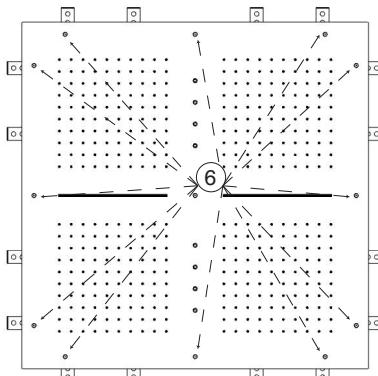

FIG.6
A questo punto siete pronti per rimettere la parte estetica di Fig.6 riavvittando le viti (6).
After this step, screw the screw (8) Fig.7 and then reposition the aesthetic part Fig.6 and screw the screw (6).
A ce point vous êtes prêts pour remettre la partie esthétique de Fig.6 vissant les vis (6).
Danach kann man sich um das Verschrauben der entsprechenden Schrauben (8) gemäß Abb.7 kümmern. An diesem Punkt ist alles bereit, um die Dekorplatte von Abb.6 wieder anzubringen, indem man die Schrauben (6) entsprechend Abb.6 erneut festschraubt.
Finalmente, pueden colocar la placa embellecedora de Fig. 6 volviendo a cerrar los tornillos (6).
- RU** Перед сборкой деталей, снятых перед фиксацией рамы, необходимо предусмотреть подачу воды на водопады, а затем на душевые элементы (7) рис.7. После этого можно закручивать соответствующие винты (8) рис.7. Теперь можно установить на место декоративный элемент – рис. 6, завинтив винты (6).
- SV** Innan du monterar de delar du tagit bort för att fästa ramen, ska du se till att försörja vattenfallen för att sen försörja regnelementen (7) i Fig. 7. Efter att ha gjort detta kan du skruva fast de respektive skruvarna (8) i Fig 7. Nu är du klar att sätta tillbaka dekorationsdelen i Fig 6 och skruva fast skruvarna (6) på nytt.
- ZH** 在重新装回框架固定时拆卸的部件时，应查验中间喷口的供水，最后再将水源接在水滴元件（7）上（图7）。此步骤之后才可拧紧相应的螺钉（8），如图7所示。此时可重新放入图6所示的弹性部件，并拧紧螺钉（6）。
**AR** قبل تجميع الأجزاء التي تم إزالتها لتنشيط الإطار، ستحتاج إلى إمداد الشلالات ثم إمداد عناصر الدش (7) الموضح في الشكل 7. بعد هذه الخطوة، يمكنك ربط البراغي ذات الصلة (8) الموضحة في الشكل 7. في هذه المرحلة، تكون جاهزاً لإعادة تركيب الجزء الجمالي الموضح في الشكل 6 من خلال ربط البراغي (6).